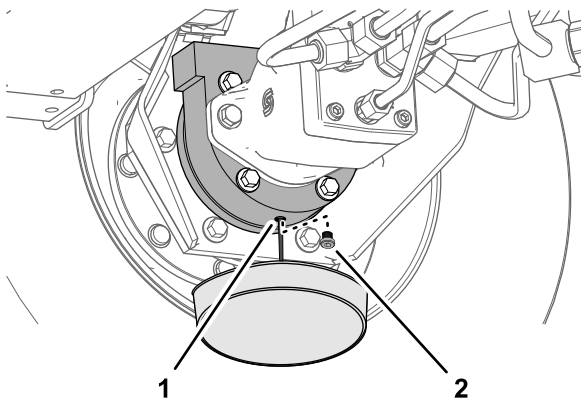

Figure 68
- Placez un bac de vidange sous le carter de frein, enlevez le bouchon de vidange et vidangez toute l'huile (Figure 68).